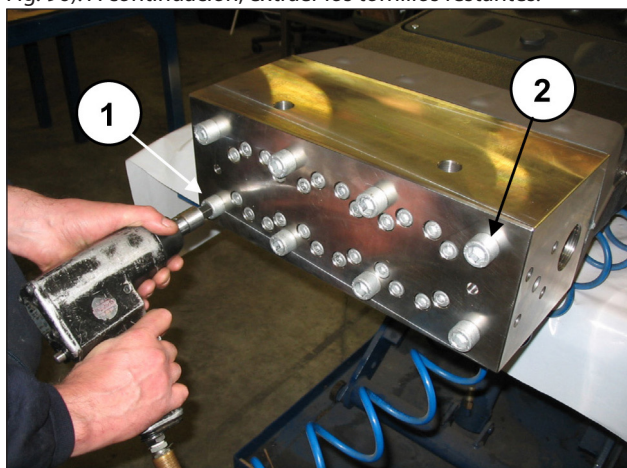
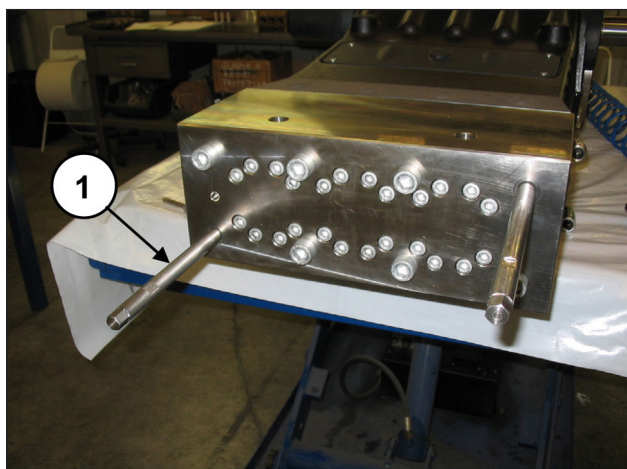

Fig. 95
Fig. 96
Aflojar los dos tornillos diametralmente opuestos de fijación de la cabeza M16x320 (pos. ① y ②, Fig. 95) sustituyéndolos con dos tornillos - clavija de servicio (cód. 27540200) (pos. ①, Fig. 96). A continuación, extraer los tornillos restantes.